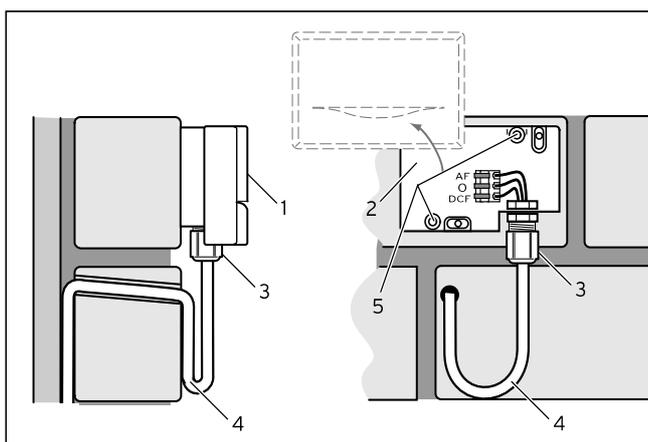

Рис. 3.6: Приемник DCF Положение установки
**Опасность проникновения сырости от стены в прибор! Обеспечить необходимую герметичность ввода кабеля и надлежащую работу приемника сигналов DCF в здании. Прибор крепится к стене в соответствии с рис. 3.6! Ввод кабеля должен быть обращен вниз.**